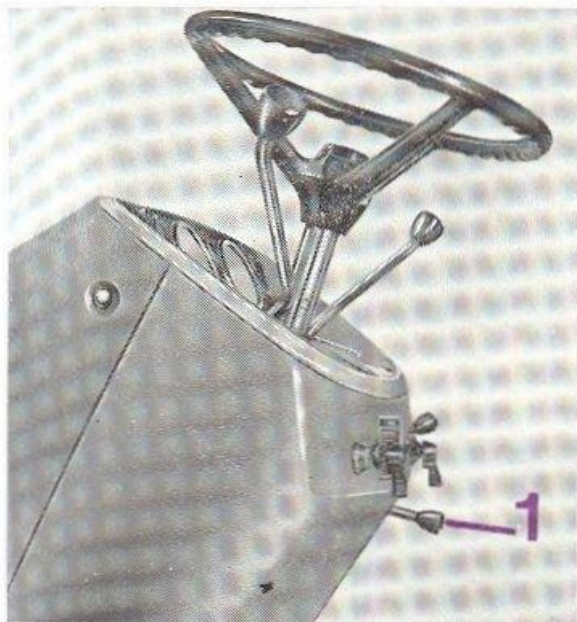
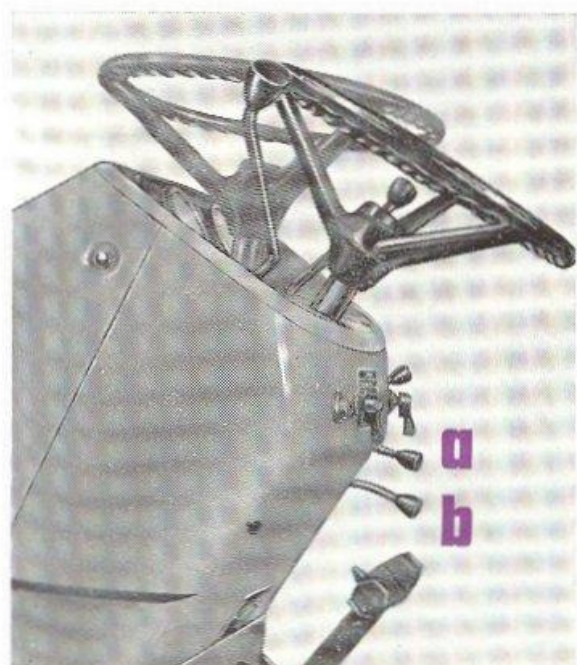

FIG. 16
FIG. 17
Placé sous le bouton de l'avertisseur sonore, ce levier (1) permet de positionner le volant de direction suivant la taille de l'utilisateur, tant en inclinaison (fig. 17) qu'en hauteur (fig. 16).
Placé en position haute (a fig. 17), le levier verrouille la colonne de direction dans la position choisie.
En position basse (b fig. 17) le levier déverrouille la colonne de direction.